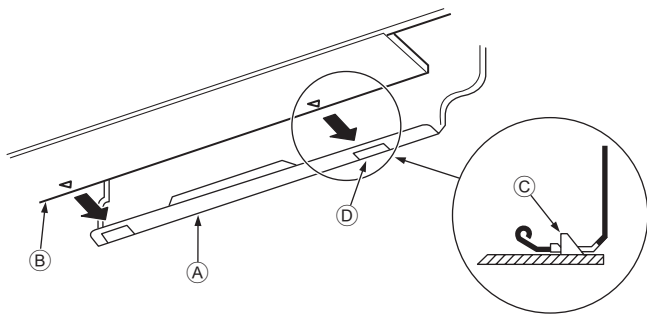

Fig. 3-15
3. Устанавливая трубки хладагента и дренажа в отверстие на стене (муфту), подвесьте верхнюю часть внутреннего блока к монтажной плите ①.
5. Закрепите блок, вдвинув его нижнюю часть в монтажную плиту ① (Fig. 3-15)
* Убедитесь, что нижние фиксаторы внутреннего блока надежно встали в монтажной плите ①.
- ① Монтажная плита
- ② Внутренний блок
- ③ Крюк
- ④ квадратное отверстие